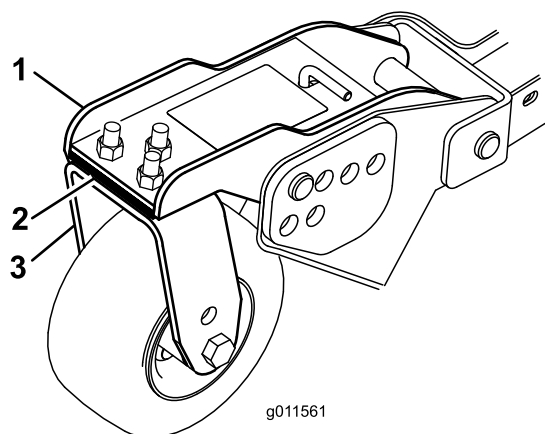

Figura 27
3. Ajuste los suplementos de 3 mm de las horquillas de las ruedas giratorias delanteras hasta que la altura de corte se corresponda con la marca de la pegatina (Figura 27).
5. Si el borde interior de la carcasa lateral está demasiado alto respecto al borde exterior de la carcasa delantera, retire un suplemento de 3 mm de la parte inferior del brazo interior delantero de la rueda giratoria en la carcasa lateral del cortacésped (Figura 27).